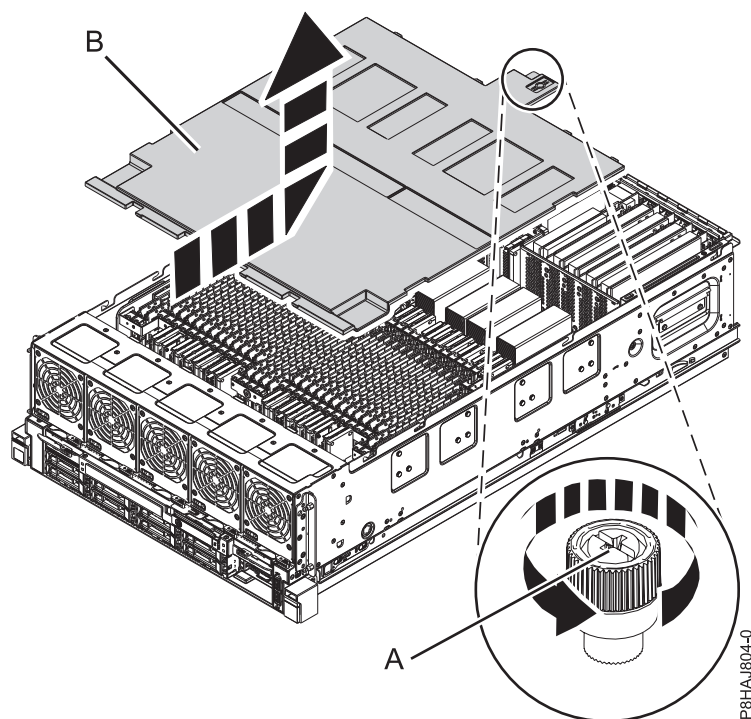

Figura 69. Extracció de la coberta de seguretat
2. Afluixeu el cargol de mà (A) que hi ha a la part posterior de la coberta fent-lo girar en la direcció que es mostra a la Figura 69 a la pàgina 105.
3. Desplaceu la coberta de seguretat (B) cap a la part posterior del sistema. Quan la part frontal de la coberta deixi al descobert la lleixa del marc superior, aixiqueu la coberta fins treure-la del sistema.